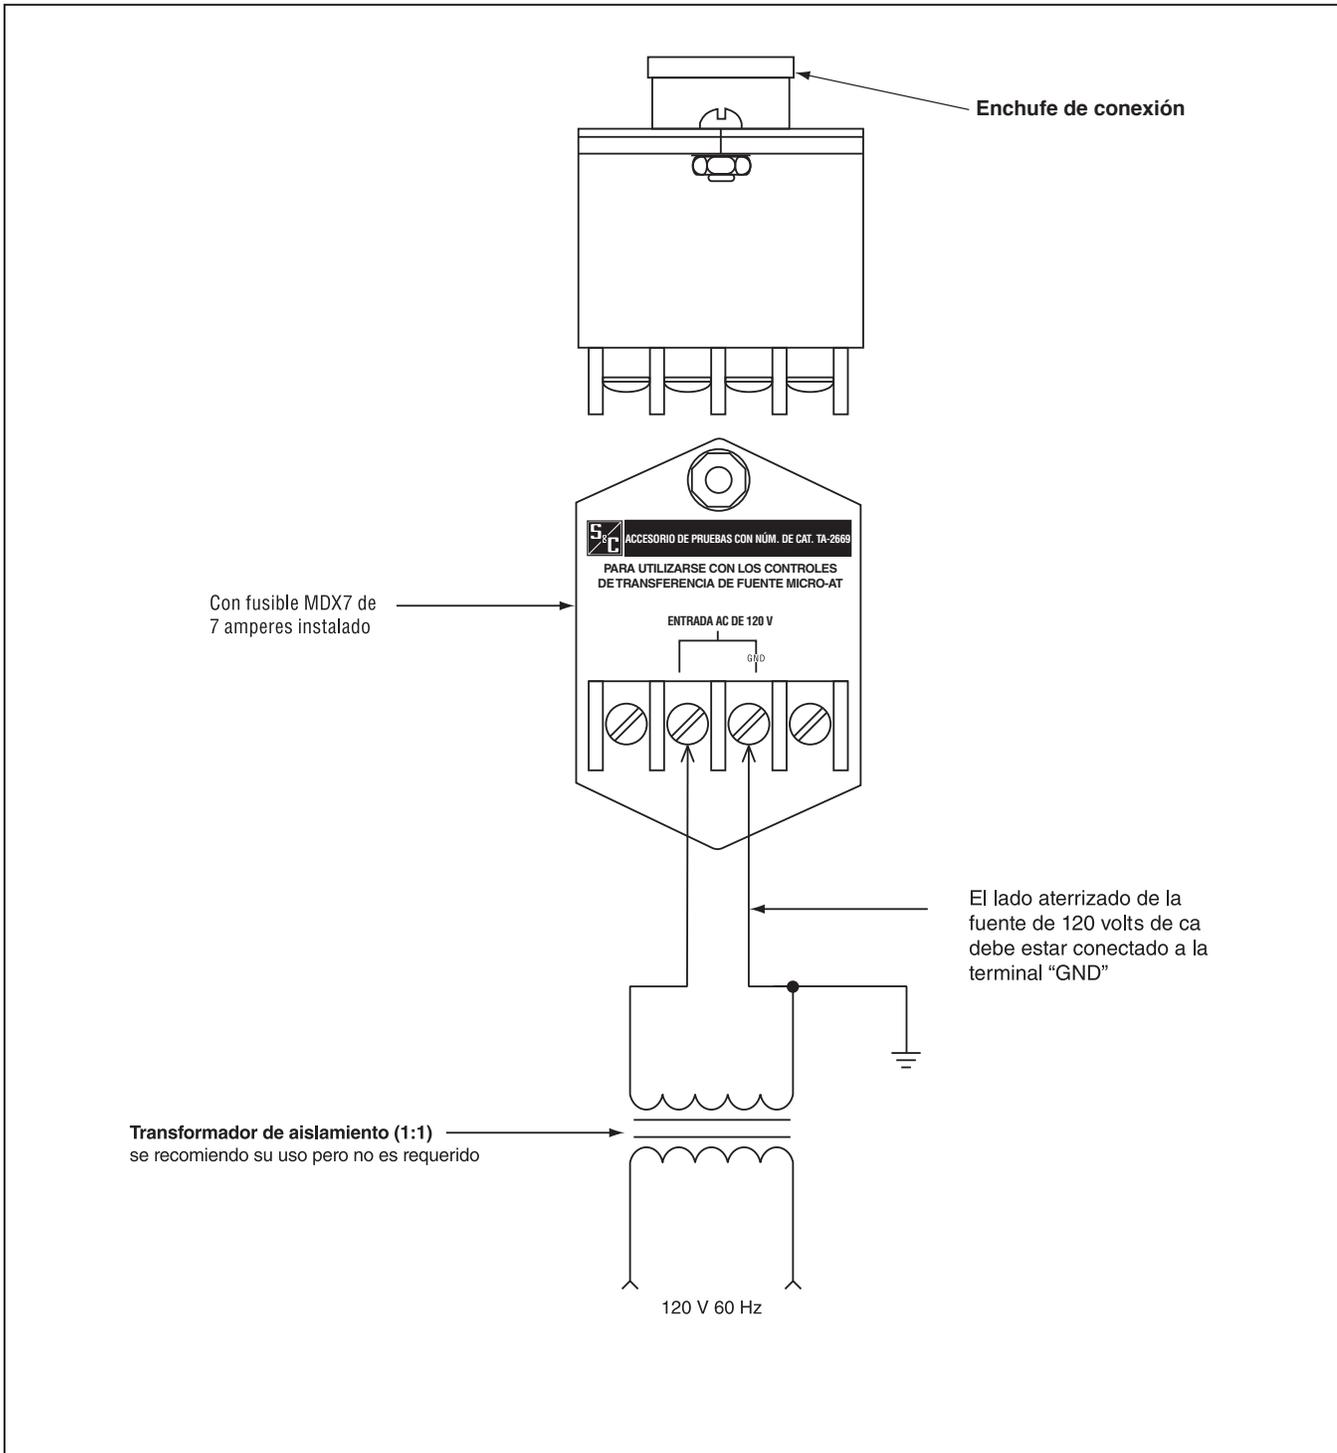

Figura 1. Diagrama de conexión del accesorio de pruebas.
El Accesorio de Pruebas de S&C consiste de un módulo con enchufe integral de conexión para conectarlo al receptáculo de entrada del control para transferencia de fuente, un tablero terminal para conectarlo a la fuente de corriente alterna de 120 volts, y un fusible interno para proteger los circuitos de entrada del control para transferencia de fuente. Ver Figura 1 en la página 6.
- PASO 6.** Establezca las conexiones al circuito de prueba de corriente alterna de 120 volts que se muestran en la Figura 1 de la página 6. El lado aterrizado de la fuente de tensión debe ir conectado al accesorio de prueba para analizar la terminal del accesorio que viene marcada como “GND”. De lo contrario, los fusibles secundarios para los componentes tales como los moto operadores quedarán en el lado aterrizado en vez de quedar en el lado no aterrizado de la fuente de corriente alterna de 120 volts.
- PASO 6.** Establezca las conexiones del circuito de pruebas de corriente alterna de 120 volts que se muestran en la Figura 1 de la página 6. El lado aterrizado de la fuente de tensión debe ir conectada a la terminal del accesorio de prueba que esté marcada como “GND”. De lo contrario, el control de transferencia de fuente no funcionará.
**PASO 5.** Establezca las conexiones de los circuitos eléctricos de corriente alterna de 120 volts en la Figura 1 de la página 6. Si se está utilizando un transformador de aislamiento, éste debe contar con una capacidad de por lo menos 1kVA para que pueda proporcionar un nivel de alimentación eléctrica adecuada. El lado aterrizado de la fuente de tensión debe ir conectada a la terminal del accesorio de pruebas marcada “GND”. De lo contrario, el control de transferencia de fuente no funcionará. Después, deberá energizar la fuente de corriente alterna de 120 volts.